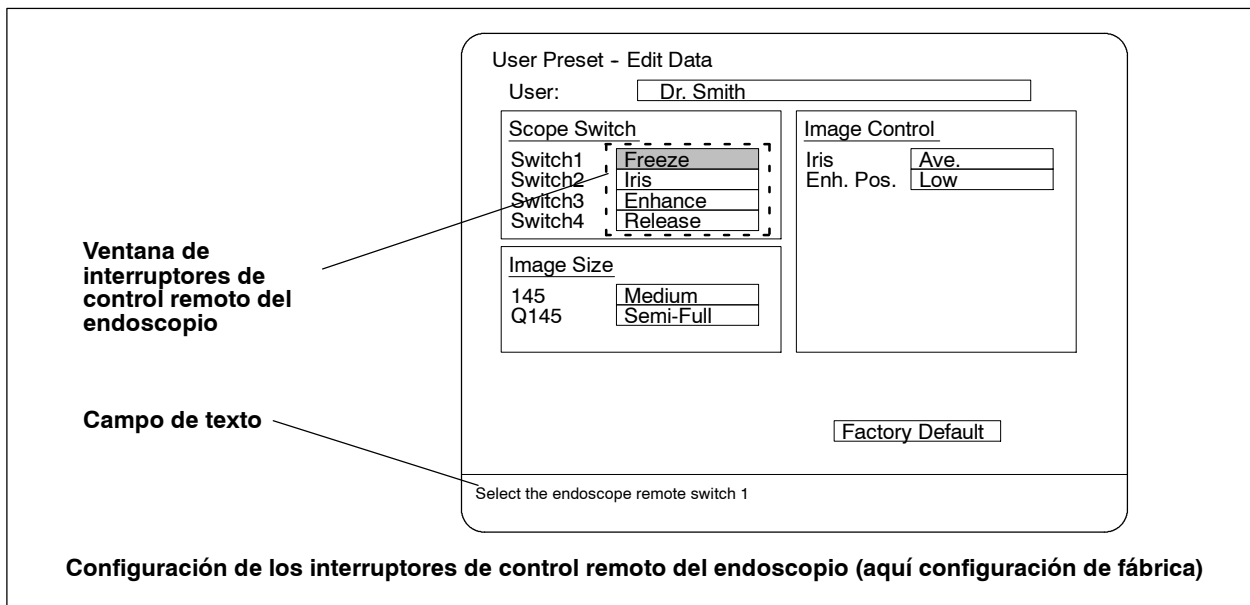

Figura 6.21
1. En la ventana "Scope Switch" aparecerá la configuración actual (valores de fábrica o ya modificados). Si desea cambiar alguno de los valores pulse la tecla "↑" ó "↓" para marcar la línea correspondiente de la ventana de interruptores del endoscopio (ver figura 6.21).
- La figura 6.21 muestra la configuración de fábrica.